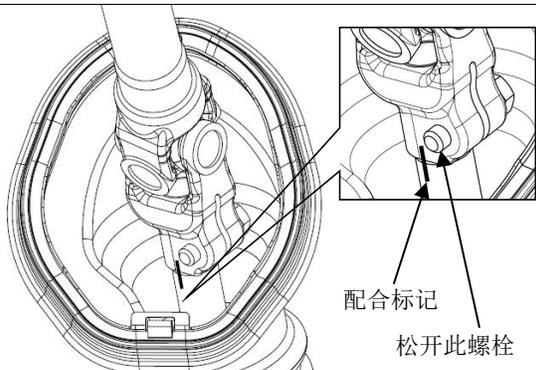

图 4-21
①在中间轴下端与转向器输入轴配合处做好配合标记，如图 4-21 所示。
②此时可以套上转向盘转动，使螺栓处于方便操作的位置，松开螺栓，拔出中间轴。